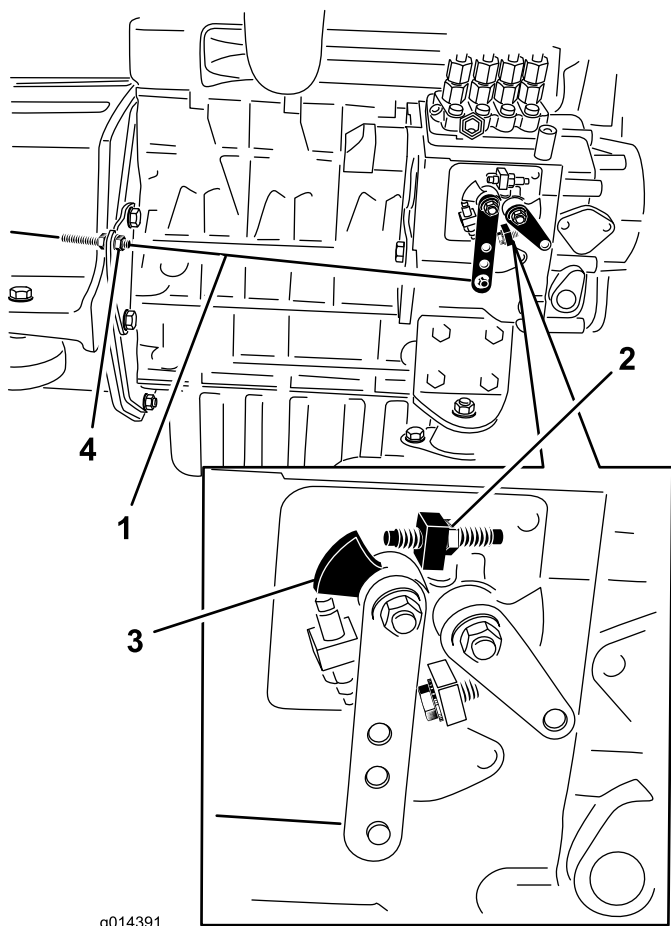

Figura 28
2. Compruebe la posición de la palanca de control de velocidad de la bomba de inyección de combustible del motor. La palanca de control de velocidad debe estar en contacto con el tornillo de alta velocidad cuando la palanca de control del acelerador está en la posición de Rápido (Figura 28).
- Si es necesario, la posición de las contratueras del cable de control del acelerador puede ajustarse hasta que la palanca de control de velocidad entre en contacto con el tornillo de alta velocidad cuando la palanca de control del acelerador está en la posición de Rápido (Figura 28).